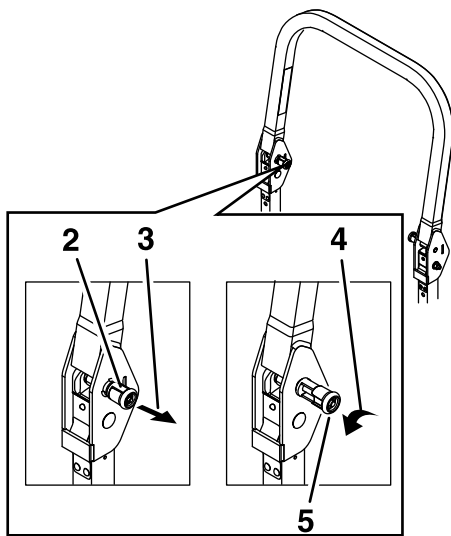

Figure 10
2. Tirez sur les deux boutons et tournez-les à 90 degrés pour les désengager (Figure 10).
3. Faites pivoter l'arceau de sécurité à la position abaissée (Figure 10).